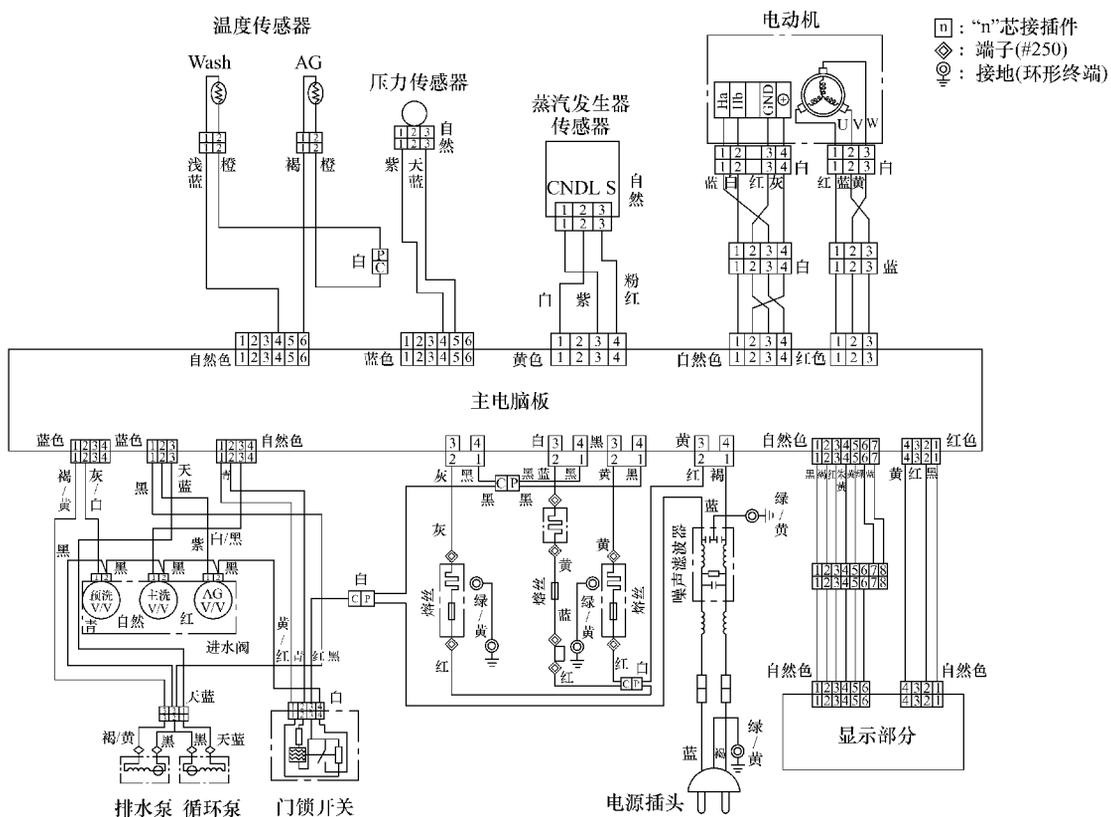

图 6-21 LG WD - T12255DS 型滚筒式洗衣机电路
**【附注】**LG WD - T12255DS 型滚筒式洗衣机电路如图 6-21 所示。